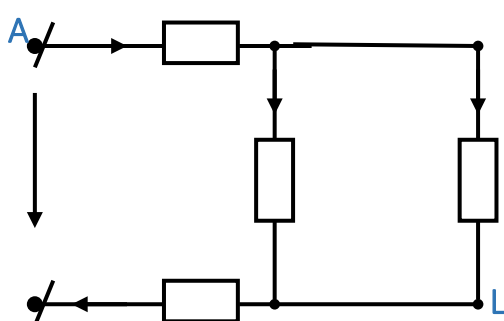

Рисунок 5.3
3. Рисунок 5.3  $R_{456} = R_4 + R_{56} R_{456} = 5 + 1,5 = 6,5\text{Ом}$